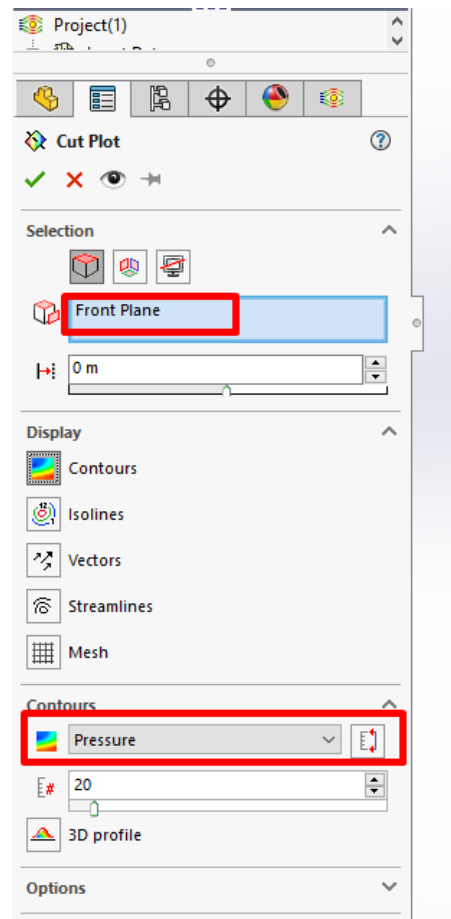

Рисунок 10.33 – Задання параметрів величин для відображення на епюрі
2. Вкажіть площину. Оберіть **Front Plane** як січну площину. Для цього у спливаючому дереві FeatureManager виділіть **Front Plane** (рис. 10.33).
У вкладці **Contours** (Контури) обираємо величину яка нас цікавить, наприклад тиск (**Pressure**). Кількість контурів виставляємо рівним 20 (рис. 10.33).